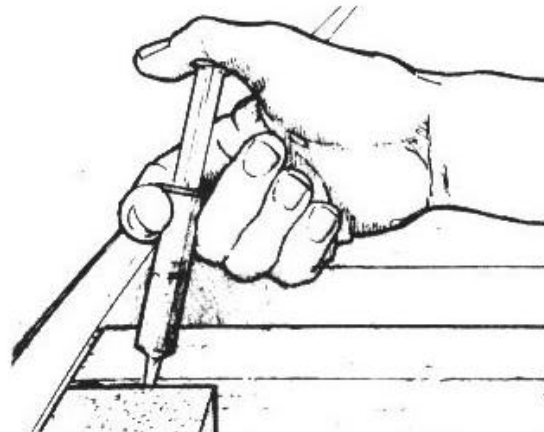

Figura 5-8 *Inyecte epoxi en la junta tan a fondo como sea posible.*
4. Aplique epoxi espesado al área de contacto de la junta. Use una jeringa para aplicar una mezcla de epoxi/aditivo 406 al centro de la junta (*Figura 5-8*). Un tubo pequeño de plástico o una pajita sujeta con cinta a la boquilla de la jeringa alargará el alcance de la jeringa en sitios muy apretados. Inyecte la suficiente cantidad de mezcla espesada para que una pequeña cantidad rebose cuando la junta se sujete en posición.